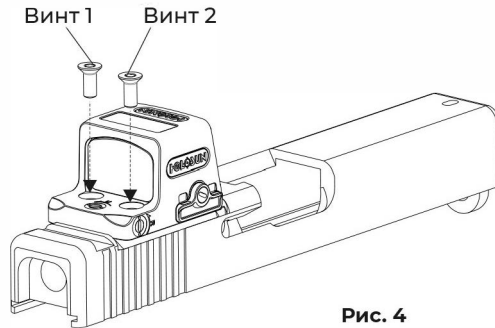

Рис. 4
2. Используйте либо комплектные винты, либо винты из комплекта креплений затвора от производителя вашего оружия, затянув их с моментом 1,69 Нм и закрепив нестойким (средней прочности/синим) фиксатором резьбы (рис. 4).